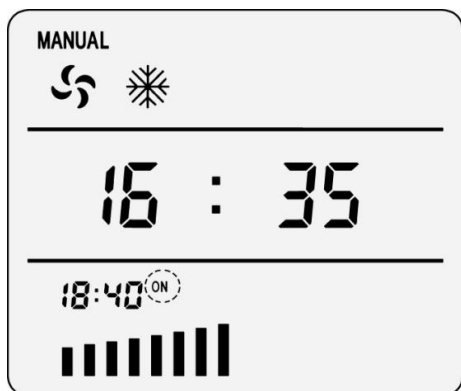

Рисунок 8-5
- 1) Нажмите  кнопку. На дисплее отобразится ранее установленное время запуска охладителя с мигающим значком "ON" (рис. 8-5).
1) Нажмите кнопку  - дисплей отобразит время включения охладителя (значок "ON" будет мигать) (см. рис. 8-5)